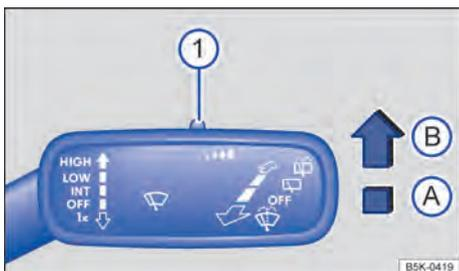

Fig. 77 À direita da coluna de direção: alavanca dos limpadores dos vidros.
Pressionar a alavanca para a posição desejada → Fig. 77:
A sensibilidade do sensor de chuva pode ser ajustada manualmente com o interruptor na alavanca dos limpadores dos vidros → Fig. 77 (1) → ⚠.